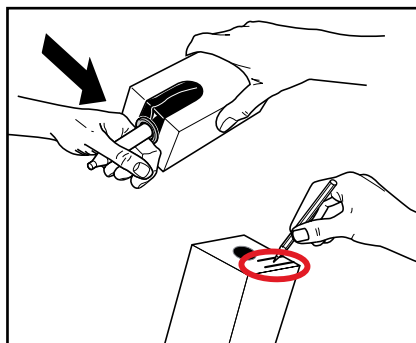

図19
4. プラスチックラップを取り除き、消費期限を製品パックに記入してください。（図19）
5. 製品パックに記載されている指示に従って、計量装置を開けてください。（図19）